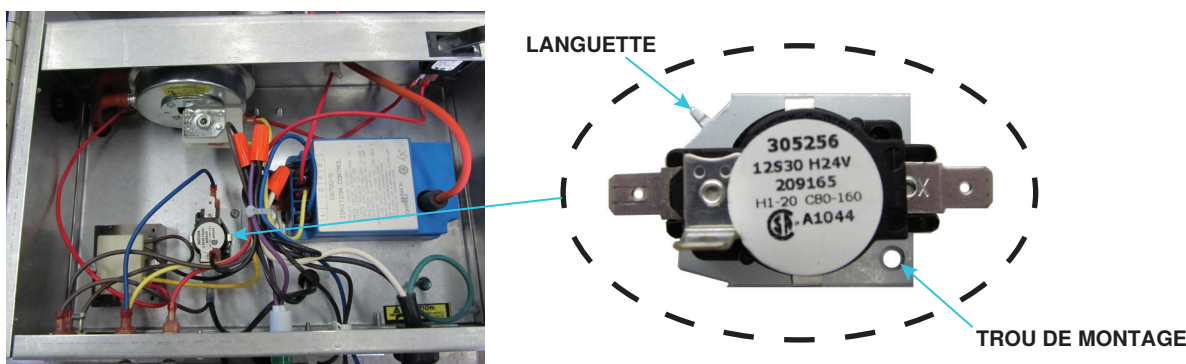

Figure 20. Emplacement du relais temporisé, trou de montage et languette
2. Retirez la porte d'accès du boîtier du brûleur et marquez et débranchez les fils du relais de temporisation existant (voir **Figure 20**).
4. Placez le relais de temporisé de remplacement dans la boîte du brûleur—et en utilisant le relais comme gabarit—marquez et percez un trou de 3/32 de pouce pour la languette (voir **Figure 20**). Insérez la languette dans le trou et marquez et percez un trou de montage de 7/64 de pouce (voir **Figure 20**) pour la vis. Fixez le relais à l'aide de la vis existante.